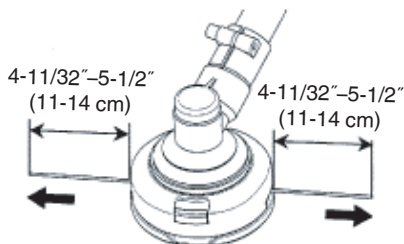

Fig. 31
(7) La longueur initiale du fil de coupe devrait être d'environ 4-11/32"–5-1/2" (11 à 14 cm), égale des deux côtés. (Fig. 31)